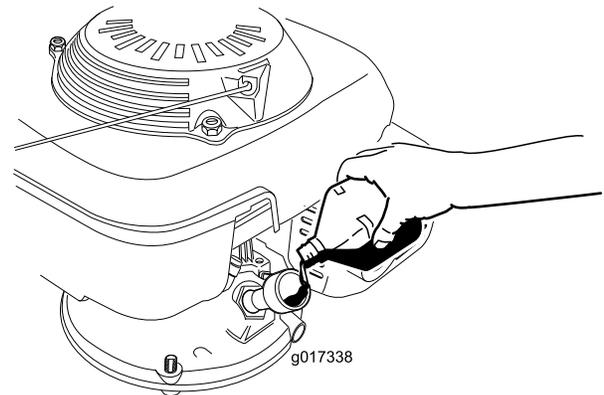

图8
3. **慢慢**将机油倒入注油孔等待 3 分钟将量油尺擦干净后插入注油孔 **不是** 拧入加油盖检查量油尺上的机油油位 图8。